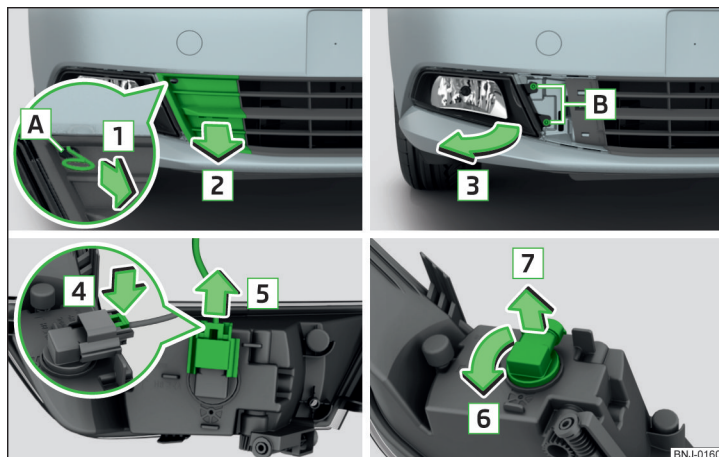

Fig. 215 Retirar el faro antiniebla / Cambiar la bombilla para los faros antiniebla
- Tirando el gancho en el sentido de la flecha **[1]**, retirar la rejilla protectora en el sentido de la flecha **[2]** » fig. 215.
- Presione el enclavamiento en el conector en el sentido de la flecha **[4]** » fig. 215.
- Monte el faro antiniebla en sentido contrario al de la flecha [3] » fig. 215 y enrósqelo.